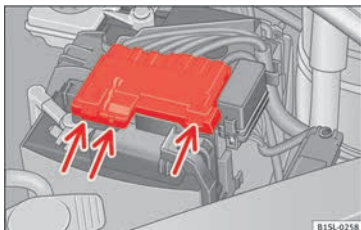

Fig. 171 Dans le compartiment moteur : retirez le couvercle de la batterie du véhicule.
- Appuyez sur les languettes » fig. 171 (flèches) dans le sens des flèches et retirez vers le haut le cache de la batterie.